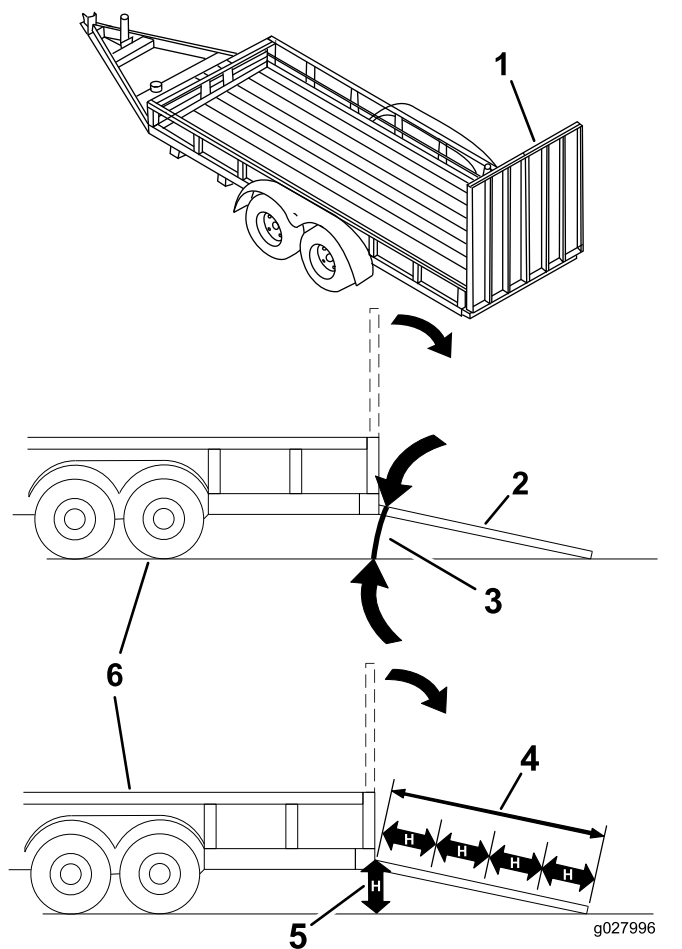

Рисунок 35
Завантаження пристрою на причеп або вантажівку збільшує імовірність перекидання і може спричинити серйозні травми або смерть (**Рисунок 35**).
3. Опустіть рампу, стежачи, щоб кут між рампою і землею не перевищував 15 градусів (Рисунок 35).
1. Опустіть рампу, стежачи, щоб кут між рампою і землею не перевищував 15 градусів (Рисунок 35).